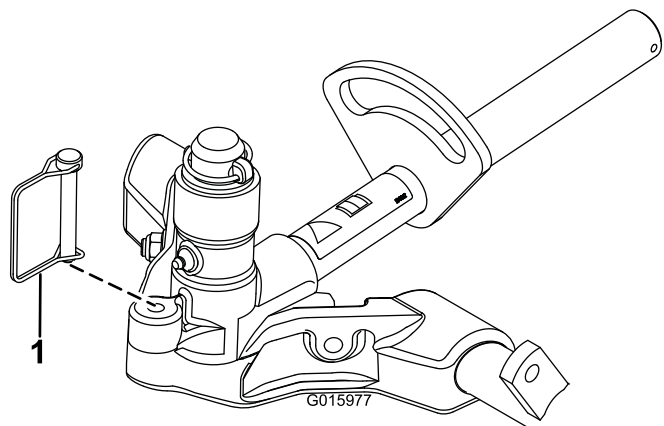

图 17
12. 要锁定固定滚刀组的转向用锁扣销图 17 将轴枢固定到承载架上。